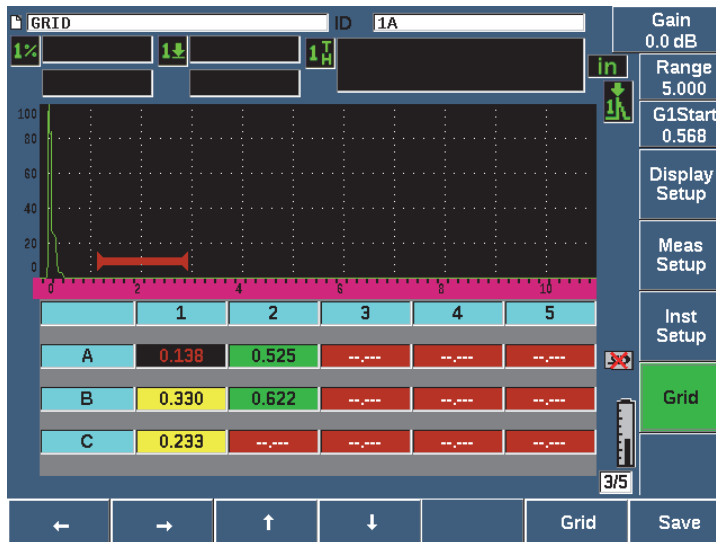

Figura 10-25 Controles de cuadrícula en la pantalla en vivo
3. Pulse el parámetro **Grid** (tecla P3) para visualizar los controles de la cuadrícula (vea la Figura 10-25 en la página 256).